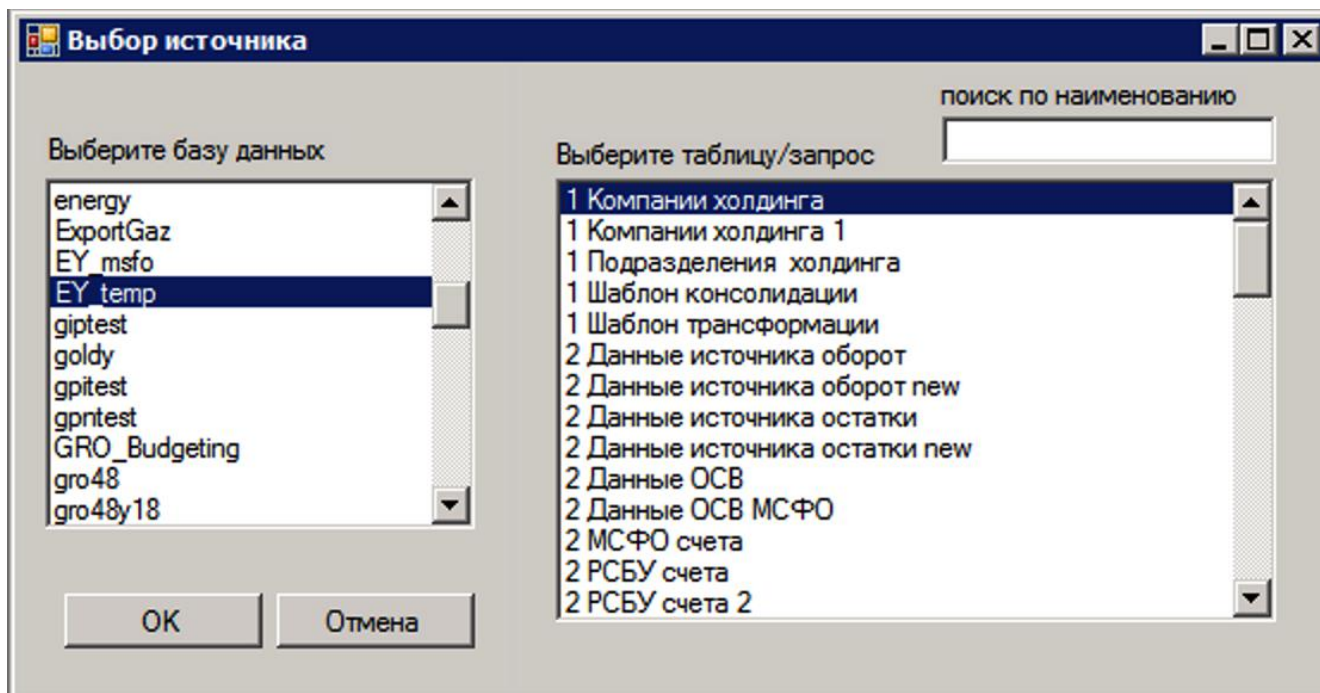

Рисунок 17. Окно выбора источника для импорта измерения.
- Скопировать измерение из другой модели Cubix VM – подменю **Копия из другой базы** (Рисунок 17). Подменю открывает диалоговое окно для выбора измерения из всех доступных моделей Cubix VM. После подтверждения операции копирования измерения его можно открыть с помощью меню **Измерения – Открыть измерение** панели инструментов (под тем же именем, которое у него было в источнике).